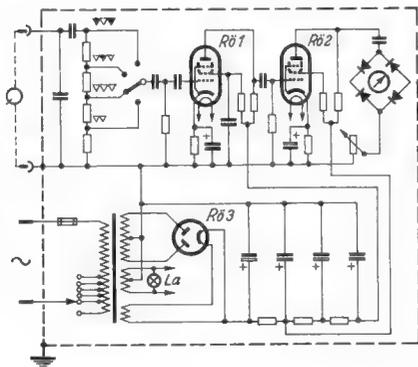

Bild 2. Vereinfachtes Schaltbild des Rauhigkeits-Prüfgerätes PR 9150
1. *Der Meßeinrichtung*, die über einen Spannungsteiler an die verschiedenen Rauhigkeitsklassen angepaßt werden kann (Bild 2). Diesem Eingangsspannungsteiler folgt ein Verstärker, der das Signal verstärkt, die Bewegungsfrequenz aussiebt und die Rauhigkeitsfrequenzen gleichrichtet. Diese gleichgerichteten, der Rauhigkeit proportionalen Spannungen werden einem Anzeigeelement zugeleitet, auf dessen Skala die Rauhigkeitsmeßwerte in linearer Teilung ablesbar sind. Die Skala enthält außerdem Bezugslinien für die verschiedenen in der Tabelle angegebenen Durchmessergruppen: